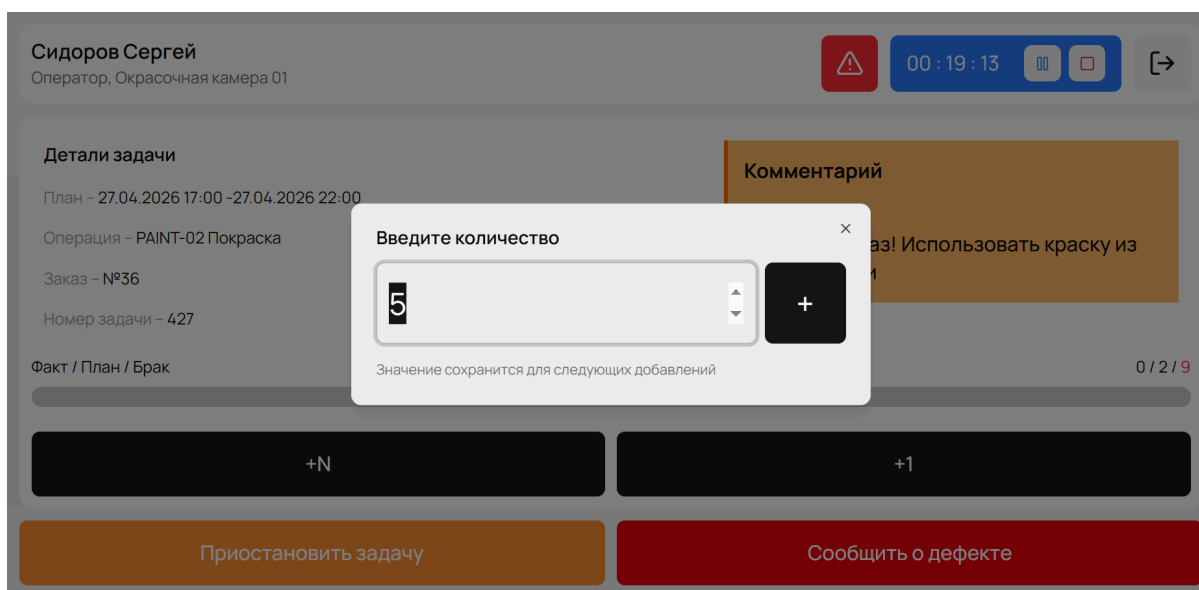

Рисунок 8 - Фиксация «+N»
- «+N» – открывает поле ввода количества. Введите целое положительное число и подтвердите (Рисунок 8).